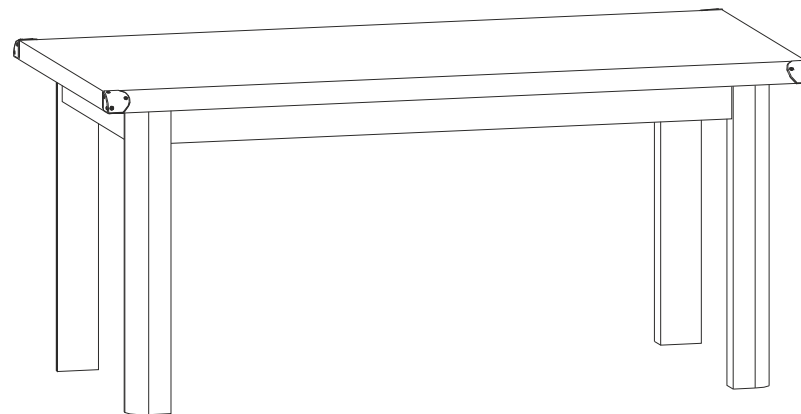

Рис. 2
5.2 В отверстия диаметром **8 мм** на верхних кромках планок цокольных **4** и **5** вбить деревянные шканты **f1** (см.рис. 2).
5.3 В отверстия диаметром **5 мм** на нижней поверхности щита верхнего **1** вкрутить винты стяжки **r16**, пользуясь крестообразной отверткой (см.рис. 2).
5.4 На внутренних поверхностях планок цокольных **4** и **5** в отверстия диаметром **15 мм** вставить стяжки эксцентриковые **r3** (см.рис. 2).